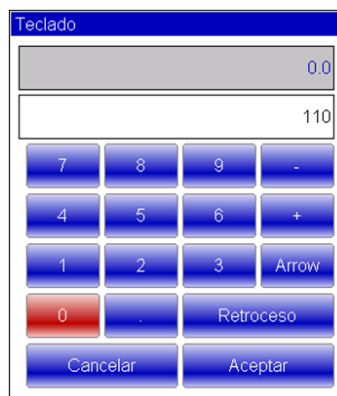

Figura 28 Teclado en pantalla para introducir los ángulos no predefinidos de la pieza
- Tocando una de las ocho flechas de dirección, empezando por  en sentido horario, el siguiente segmento se dibujará con diferentes ángulos predefinidos, siendo estos 45°, 90°, 135°, 180°, -135°, -90°, -45° y 0°. Al presionar la tecla  es posible introducir ángulos diferentes a los predefinidos, tal como se muestra en la figura 28.